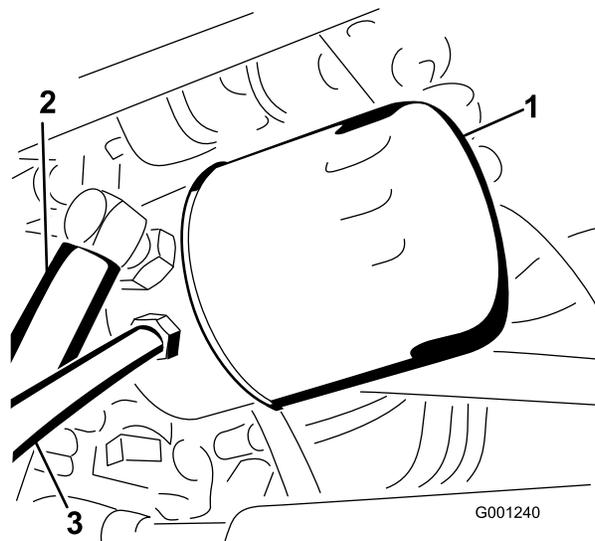

Figura 70
4. Pulite attorno al filtro dell'olio idraulico e rimuovete il filtro (Figura 70).